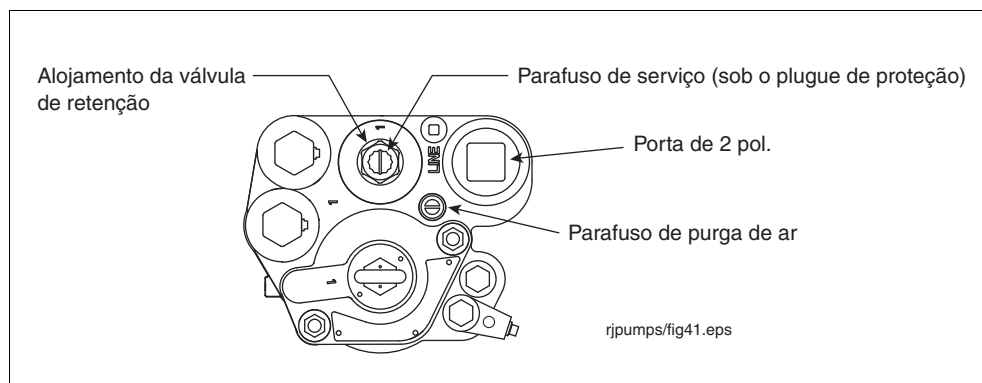

Figura 57. Posicionamento do parafuso de purga de ar
25. Gire o parafuso de purga de ar de 2 a 3 voltas no sentido anti-horário (consulte a Figura 57).
2. Remova e guarde o plugue de proteção na parte superior do alojamento da válvula de retenção e gire o parafuso de serviço no sentido horário (consulte a Figura 57). À medida que o parafuso se aproxima da posição inferior, você ouvirá a depressurização do sistema. Continue girando o parafuso até que ele não possa mais avançar. Quando o parafuso estiver totalmente abaixado, dê 4 voltas para trás no parafuso para levantar a válvula de retenção e permitir que o combustível seja drenado para fora das cavidades hidráulicas do manifold.
5. Posicione o parafuso de purga de ar na parte superior do manifold (Figura 57).